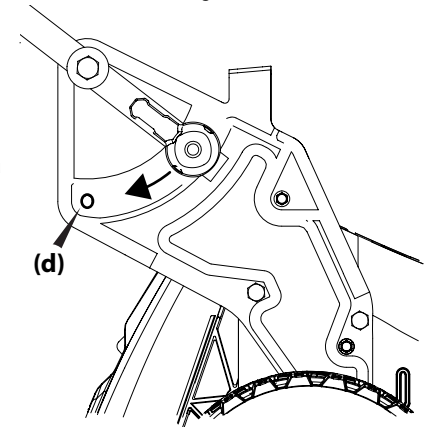

Figura 9
**NOTA:** Una carta posición de altura de la manija (d) se usa para guardar la cortadora de césped con la manija en posición vertical. Consulte la Figura 9.